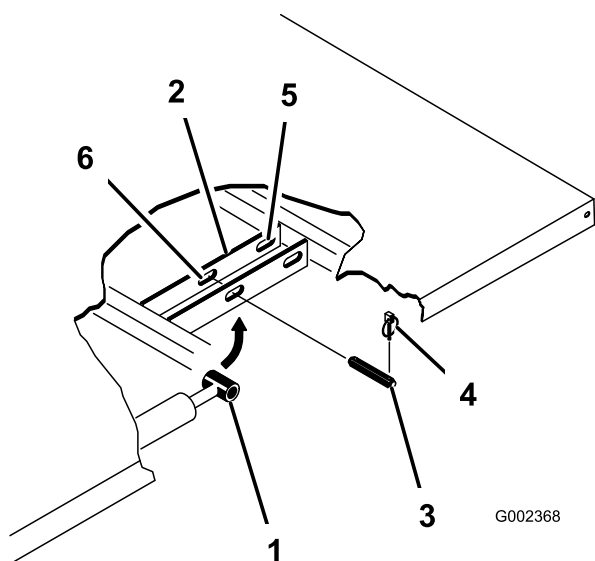

Figura 35
2. Rimuovete gli acciarini dalle estremità esterne dei perni con testa dell'asta del cilindro (Figura 35).